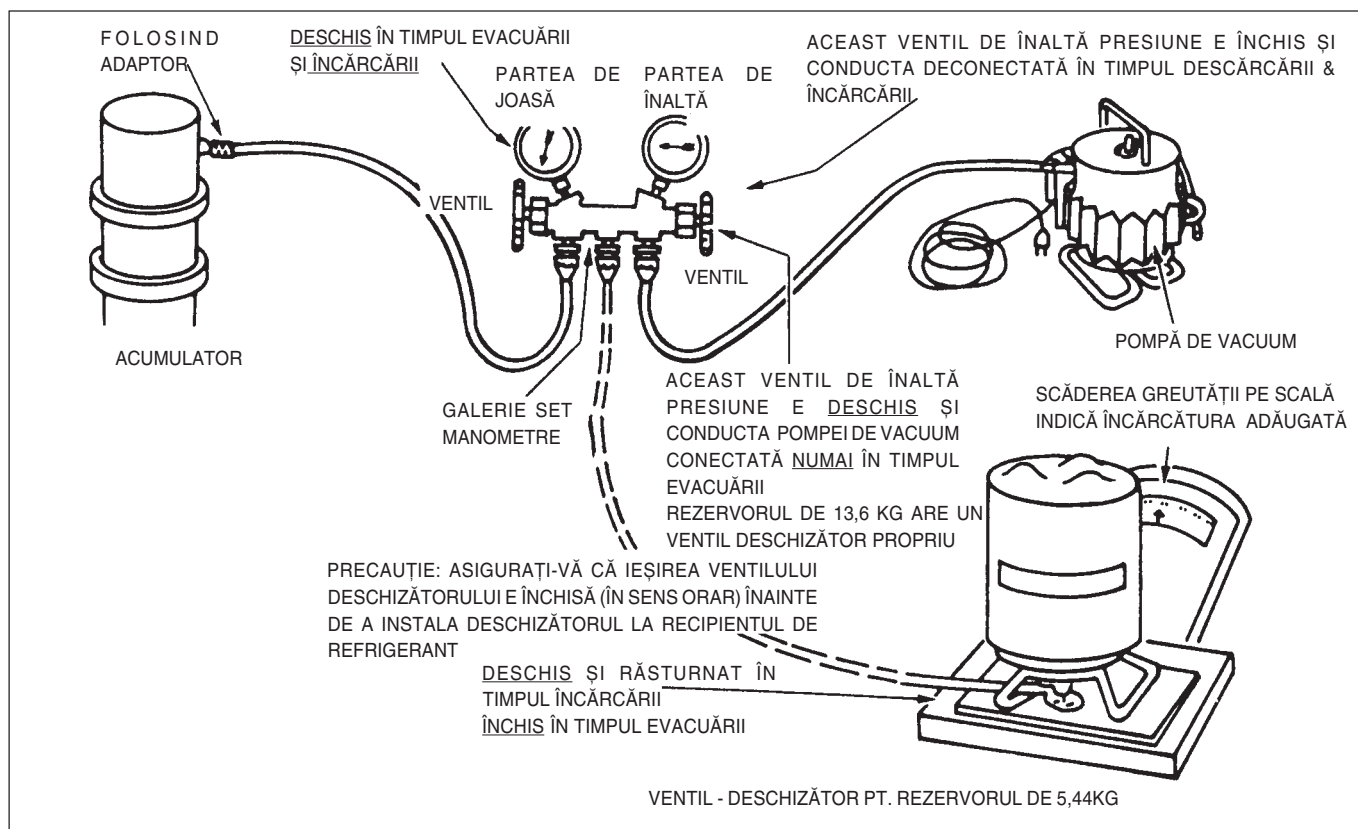

Fig. 14 Încărcarea sistemului cu rezervorul
- 2) Pt a începe evacuarea sistemului A/C cu pompa de vacuum și setul de manometre (vezi Fig. 14), se deschid ușor ventilurile manometrelor pe partea de înaltă și joasă și se pornește pompa de vacuum. Va pompa în sistem pînă cînd la manometrul părții de joasă presiune se va realiza un vacuum de 711,2-736,6 mm